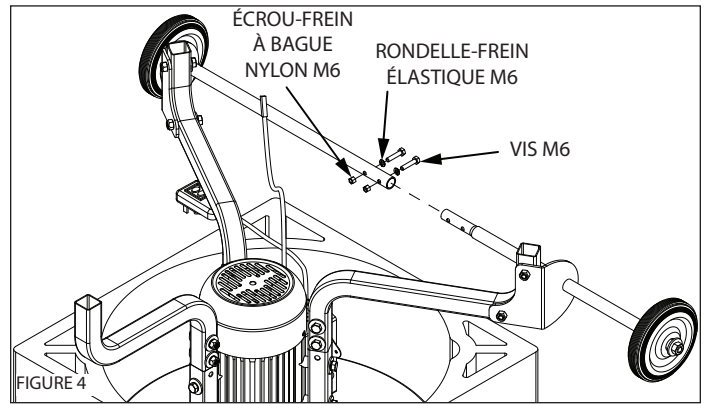

FIGURE 4
- Monter l'axe sur les pieds. (**VOIR FIGURE 4 ET 5**)